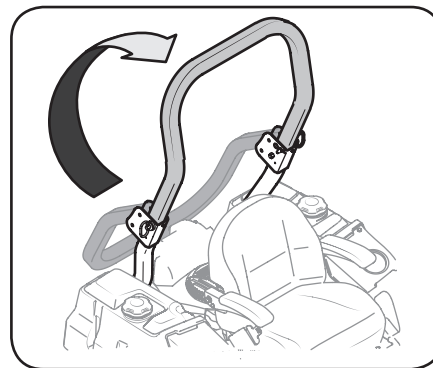

Figure 2-3
1. Retirez l'axe de chape gauche, l'axe de chape droite et les goupilles fendues qui fixent la structure de protection anti-retournement. Voir Figure 2-3.